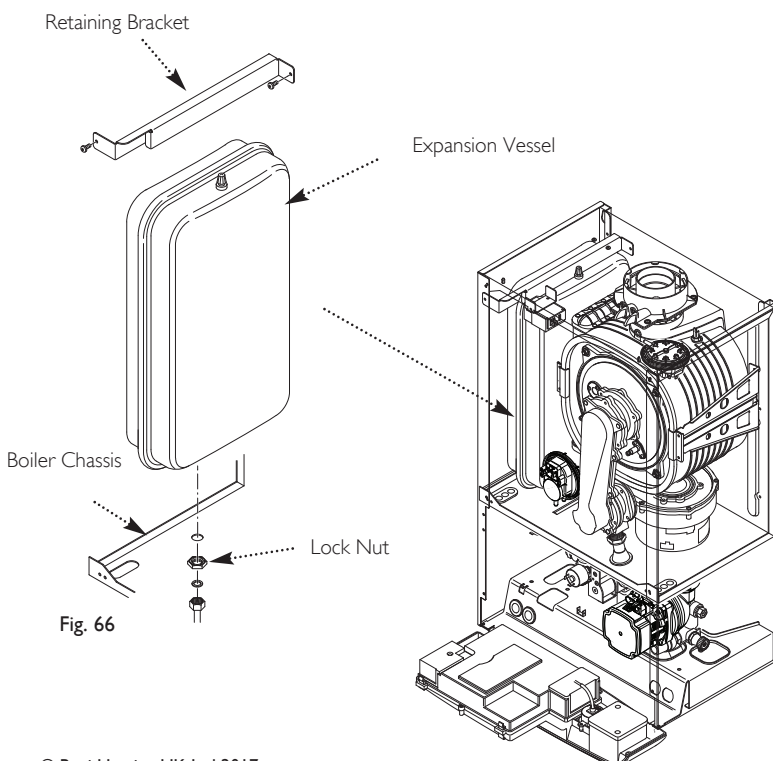

Fig. 66
13.22 Expansion Vessel (Fig. 66)